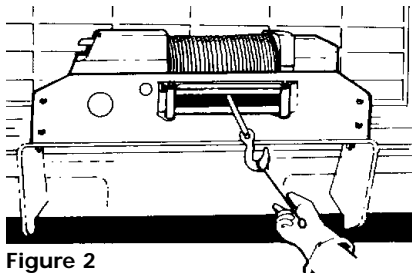

Figure 2
8. **TENEZ-VOUS TOUJOURS À L'ÉCART DU TREUIL DU CÂBLE ET DU CROCHET PENDANT LE FONCTIONNEMENT DU TREUIL.** N'INTRODUISEZ JAMAIS vos doigts dans le crochet lorsque vous embobinez ou débobinez la dernière longueur de câble située près du crochet. Vous pourriez perdre un doigt s'il restait coincé dans le crochet. Utilisez la **BARRE PROTÈGE-MAINS** (Figure 2) pour guider le crochet pendant les derniers mètres. N'embobinez et ne débobinez jamais le câble du tambour en le guidant de la main.
27. Le câble de votre treuil Husky 8500 comporte une "bande de sécurité-rouge" d'environ 3 mètres à chaque extrémité. La "bande de sécurité-rouge" qui se trouve à l'extrémité du câble attachée au tambour vous prévient que le câble est presque complètement déroulé. N'UTILISEZ PAS ces derniers mètres de câble car l'attache du câble sur le tambour NE SUPPORTERA PAS de charge lourde. La "bande de sécurité" à l'extrémité du câble où se trouve le crochet vous prévient que le câble est presque totalement enroulé. **UTILISEZ TOUJOURS LA BARRE PROTÈGE-MAINS** lorsque vous manipulez le crochet (Figure 2). Au fur et à mesure que vous utilisez votre treuil, la peinture rouge s'effacera de par l'usure normale. Lorsque cela se produit, vous devriez repeindre cette marque de peinture rouge car c'est une des fonctions de sécurité du treuil.